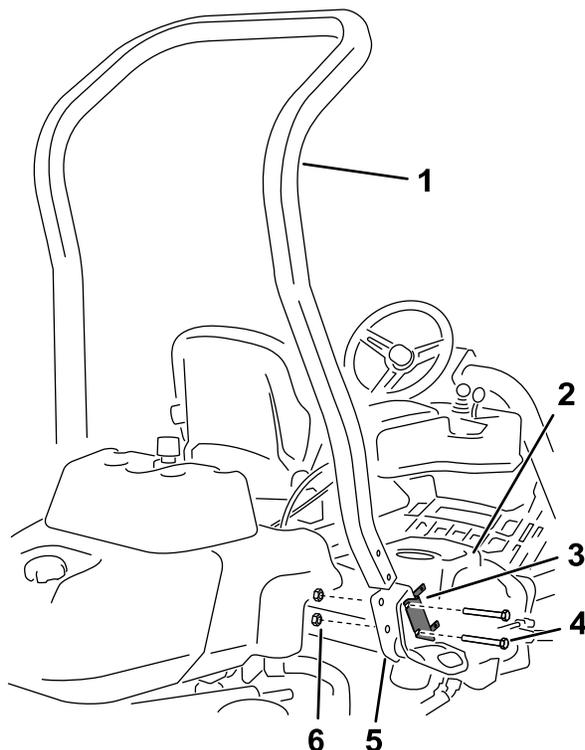

图3
4. 如图3所示卸下将保险丝盒支架固定至 ROPS 支架上的 2 个螺栓。